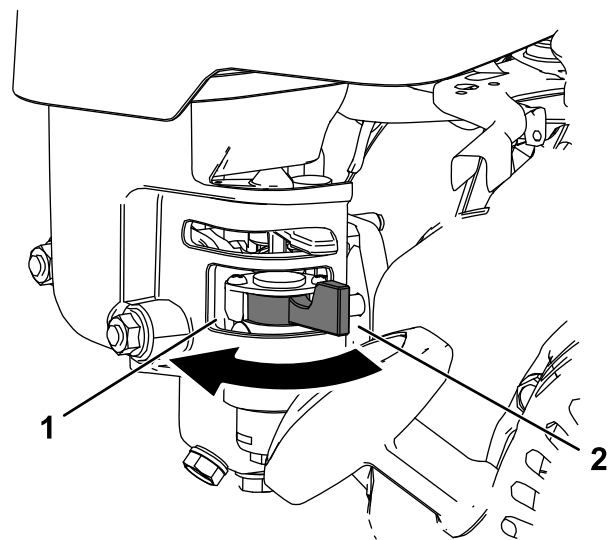

Bild 18
- Um das Kraftstoffventil zu öffnen, drehen Sie den Hebel am Kraftstoffhahn in Richtung des Rücklaufstartergriffs (**Bild 18**).
- Um das Kraftstoffventil zu schließen, drehen Sie den Hebel am Kraftstoffhahn vom Rücklaufstartergriff weg (**Bild 18**).